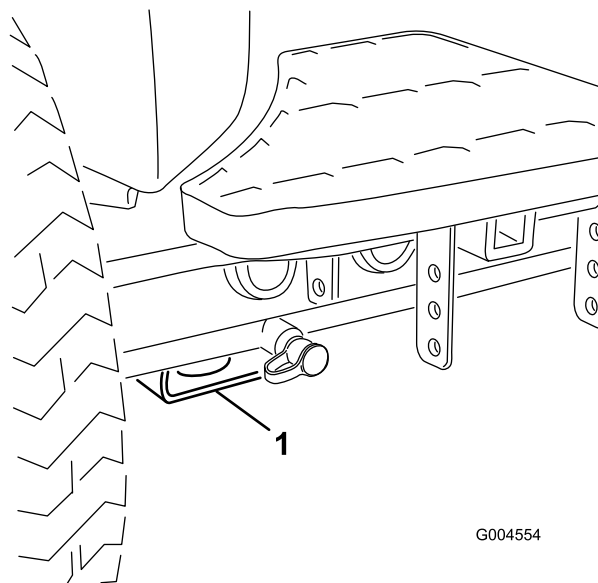

Figure 42
- Avant – patin rectangulaire sous le tube d'essieu, à l'intérieur de chaque roue avant (Figure 42).